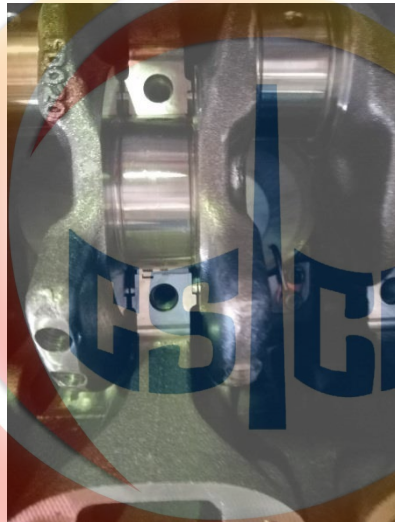

图1 曲轴止推片安装图
6.1.4 安装曲轴止推片，见图 1。有油道的面与曲轴接触，光滑的平面与缸体接触。